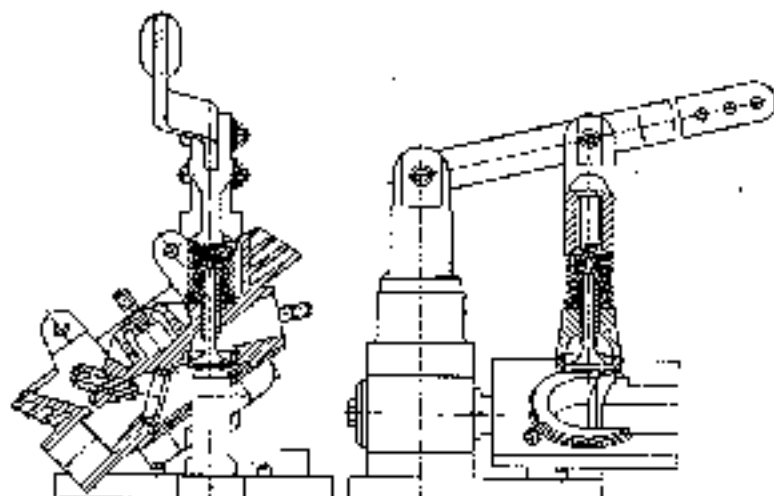

Fig. 13. Dépose des ressorts de soupape
**Culasses.** Visiter tous les endroits accessibles des culasses quant à la présence de cassures, de fissures, de brûlure des soupapes, de l'arrachement du filet. Pour pouvoir visiter les soupapes, les ressorts, les guides de soupapes, les sièges de soupapes et prendre des mesures nécessaires dans le but d'évaluer leur usure, il est nécessaire d'extraire les soupapes (fig. 13).